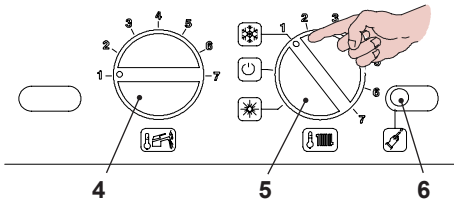

Fig. 5.9
- Prima di alimentare elettricamente la caldaia posizionare la manopola 5 come indicato in Fig. 5.9.
- Per settare il funzionamento della modalità Antilegionella, bisogna entrare in programmazione tenendo premuto per 15 secondi il pulsante di ripristino 6 in Fig. 5.9 sino alla comparsa del parametro **P01** sul display LCD; sul display LCD compare la seguente
- Premere il pulsante di ripristino 6 in Fig. 5.9 per lo scorrimento dei vari parametri sino al raggiungimento del parametro **P17** valido per il settaggio della funzione Antilegionella; sul display LCD compare la seguente visualizzazione (alla sequenza **P17** si alterna **01**).